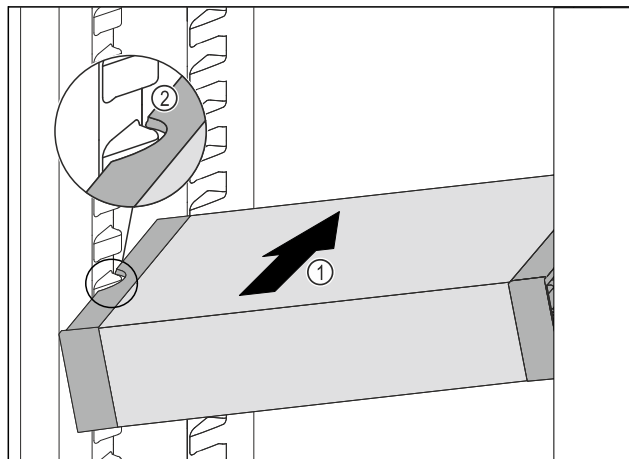

Fig. 96
- ▶ Predal VarioSafe potiskajte poševno v hladilnik Fig. 96 (1), dokler stranska izreza Fig. 96 (2) predala VarioSafe nista na višini nastavka za posodo v hladilniku.